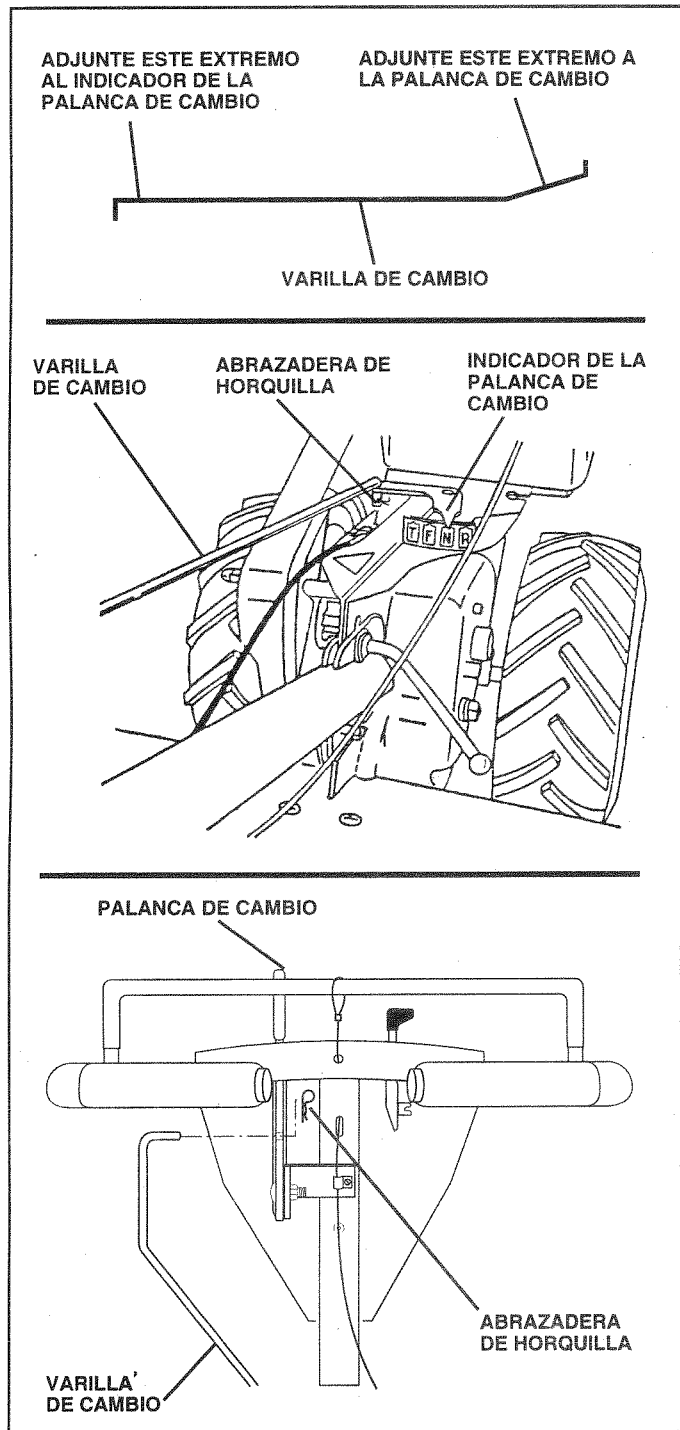

FIG. 6
(Vea la Fig. 6)
- Asegúrese que el indicador de la palanca de cambio esté en la posición neutro "N". (Vea la Fig. 6)